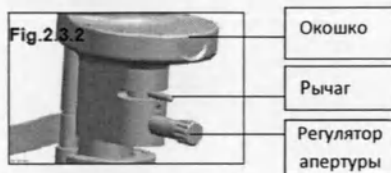

Рис. 2.3.2
19. Проверьте что все движущиеся органы управления, такие как регуляторы апертуры и высоты щели (Рис. 2.3.2), рычаг выбора фильтров, джойстик (Рис. 2.3.4) и регулятор увеличения микроскопа (Рис. 2.3.3) и пр. не заедают и движутся свободно.